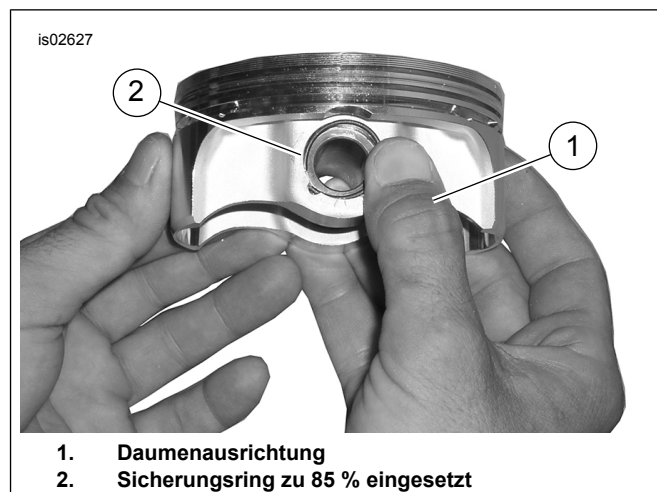

Abbildung 4. Sicherungsring anbringen
2. Siehe Abbildung 4 >. Den Daumen (1) wie gezeigt ansetzen und fest drücken, bis sich ca. 85 % des Sicherungsrings (2) in der Nut befinden.